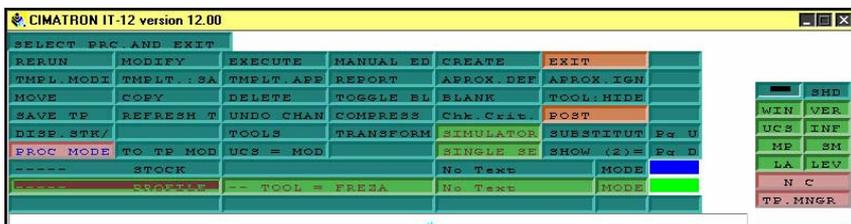

Рисунок 46
34. Выделяем профиль и нажимаем F5 (рис.46).